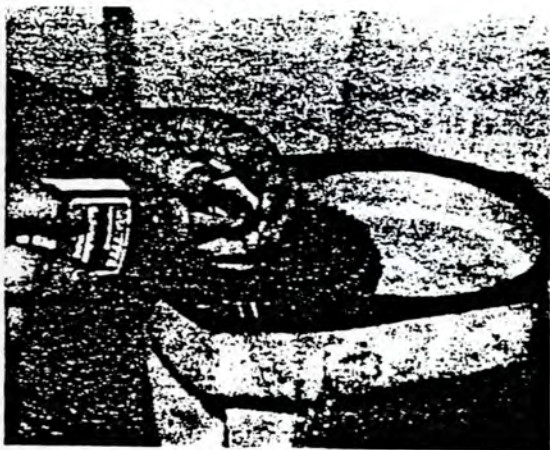

Fig. 4
- Schraube mit Loctite 242 sichern (Fig. 4).
- Secure screw with Loctite No. 242 (Fig. 4).
- Freiner la vis au Loctite 242 (fig. 4).